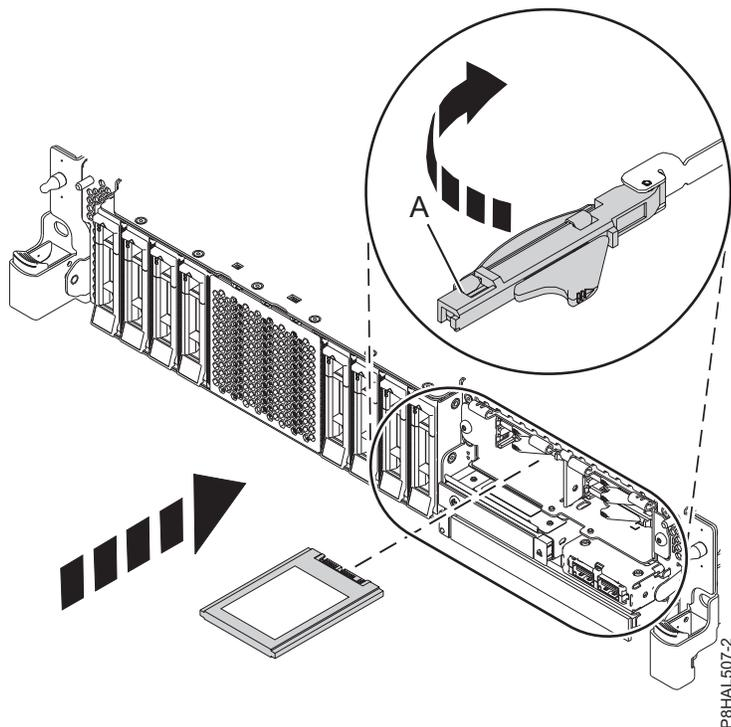

Figura 35. Instalación de una SSD en un sistema de función ampliada
15. Con el asa de la bahía de unidad SSD (A) en la posición de desbloqueo, tire de la palanca hacia afuera para acceder a los rieles de guía de la ranura de SSD. Sostenga la SSD por la parte inferior mientras la alinea con los rieles de guía de la ranura de SSD. Consulte la Figura 35 en la página 38.
19. Bloquee la unidad girando el asa de la bahía (A) en la dirección que se muestra en la Figura 35 en la página 38.